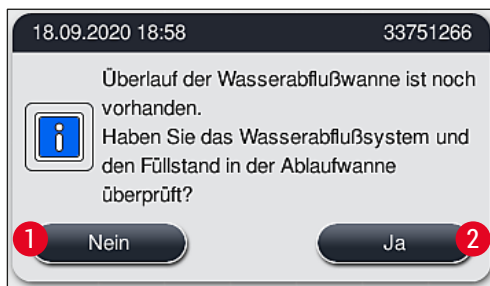

Abb. 124
2. Nach 5 Minuten und bei trotz Reinigungsversuchen weiter bestehender Blockierung weist eine Meldung (→ "Abb. 124") darauf hin, dass der Wasserstand immer noch zu hoch ist. Durch Drücken von **Nein** (→ "Abb. 124-1") kann die Wartezeit um weitere 5 Minuten verlängert werden, um weitere Reinigungsversuche zu unternehmen. Wenn in diesem zweiten Intervall unternommene weitere Reinigungsversuche erfolgreich sind, wird die Situation, wie unter 1 beschrieben, aufgelöst. Wenn zusätzliche Zeit für Reinigungsmaßnahmen erforderlich ist, erneut **Nein** (→ "Abb. 124-1") drücken. Das Intervall kann mehrmals verlängert werden. Konnte die Blockierung trotz aller Reinigungsversuche nicht behoben werden, **Ja** (→ "Abb. 124-2") drücken, um einen kontrollierten Abbruch zu starten; siehe Abschnitt 3 und 4.